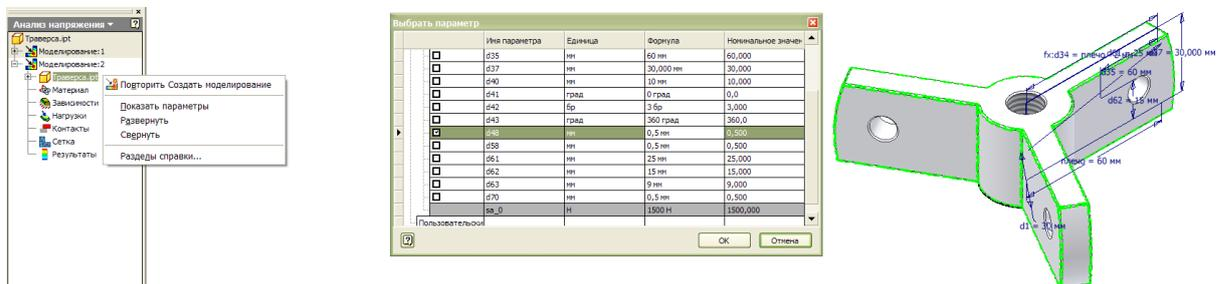

Рис. 16. Выбор параметра модели для оптимизации
16. Выберите в контекстном меню детали в браузере пункт "Показать параметры". Выберите в таблице параметров параметр, определяющий радиус сопряжения граней траверсы (рис. 16). Отметьте его в таблице символом "v".